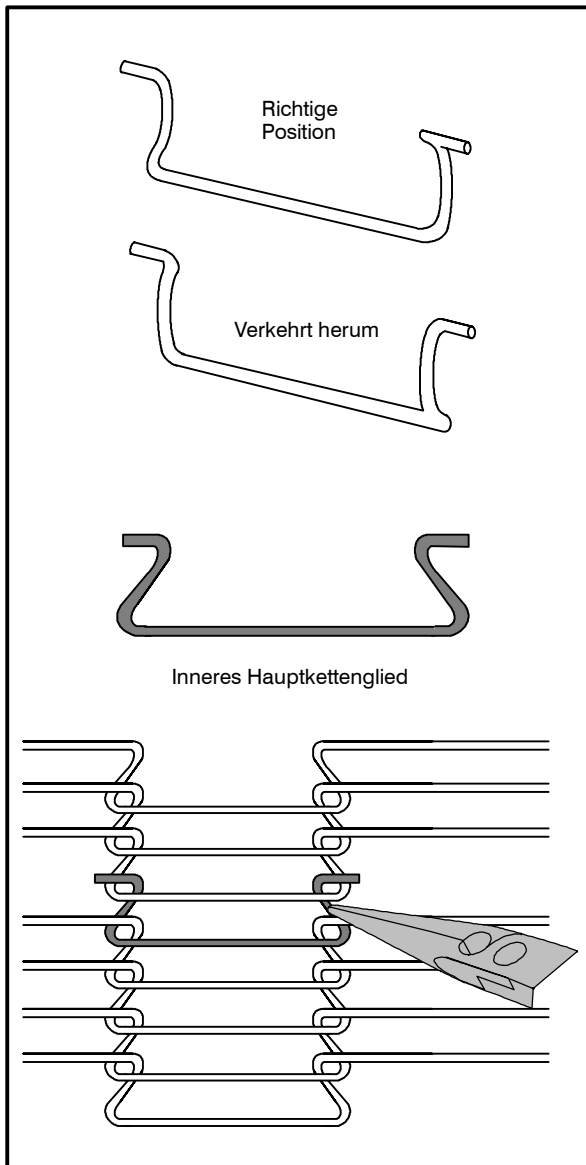

Abbildung 10
6. Installieren Sie die Hauptkettenglieder, um die beiden Enden des Förderbandes miteinander zu verbinden. Siehe Abbildung 10.